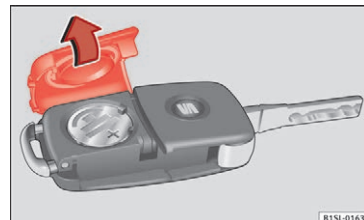

Fig. 99 Bilnøgle: afdækning til batterirum
- Tag afdækningen på bagsiden af bilnøglen »» Fig. 99 af i pilens retning »» ①.
- Sæt afdækningen på som vist på billedet »» Fig. 99, og tryk den modsat pilens retning på bilnøglen, indtil den går i hak.
① FORSIGTIG